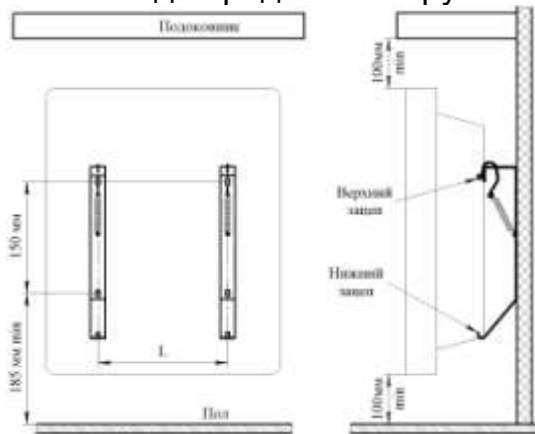

Рис. 1
5.5 Совместите прямоугольные отверстия на задней стенке конвектора с верхними зацепами (рис. 1) кронштейнов и наденьте конвектор на зацепы.